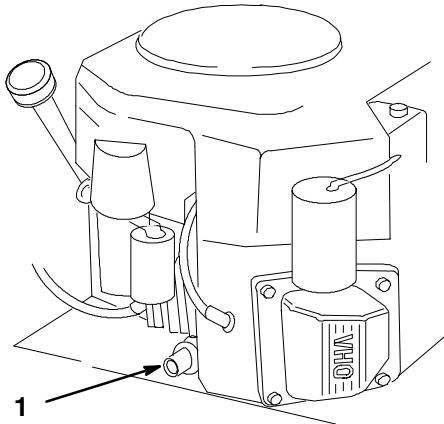

Bild 21
5. Stellen Sie ein Auffanggefäß unter die Verschluss-schraube. Öffnen Sie die Verschluss-schraube entgegen dem Uhrzeigersinn um 1/8-Umdrehung und ziehen die Schraube ab (Bild 21).